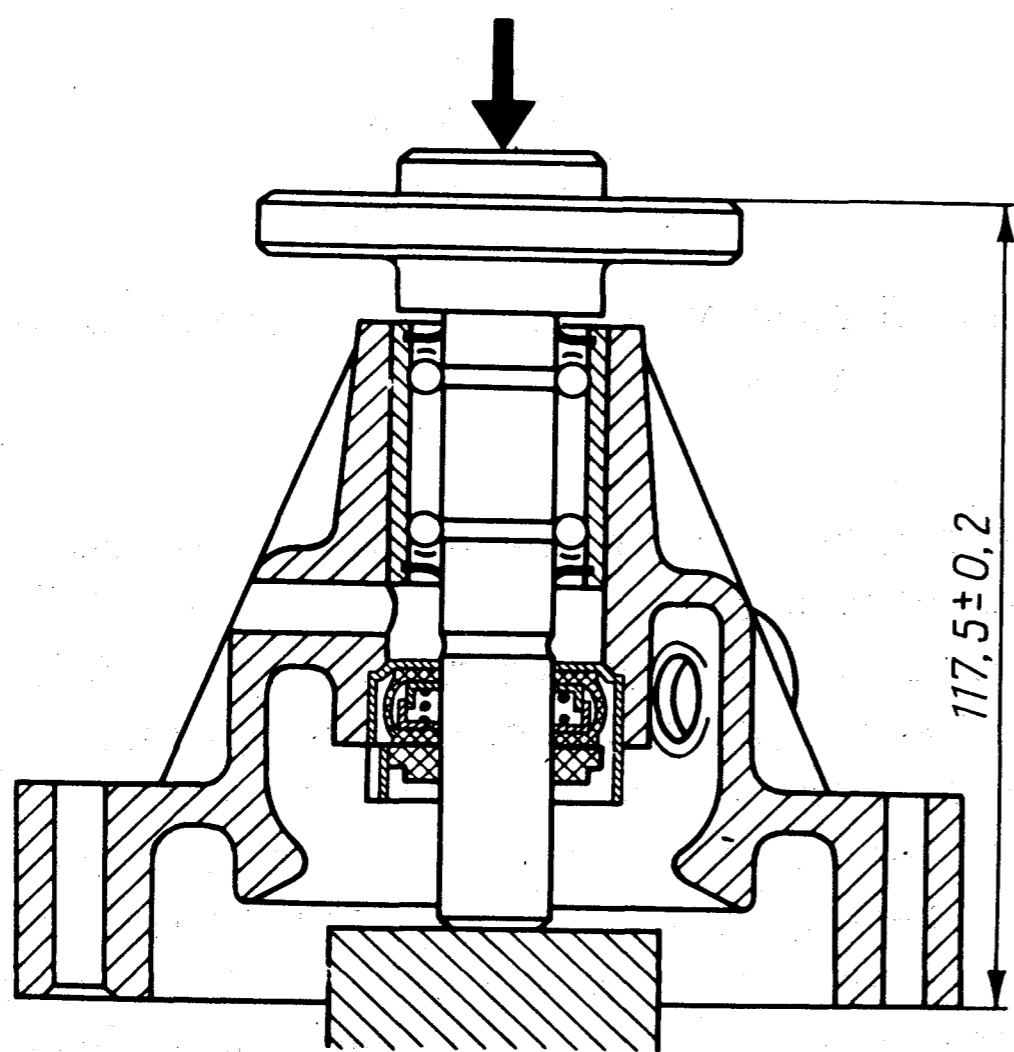

Рис. 76. Напрессовка ступицы шкива водяного насоса на вал
- напрессовать на вал подшипника ступицу шкива насоса, выдержав размер $117,5 \pm 0,2$ мм (рис. 76);